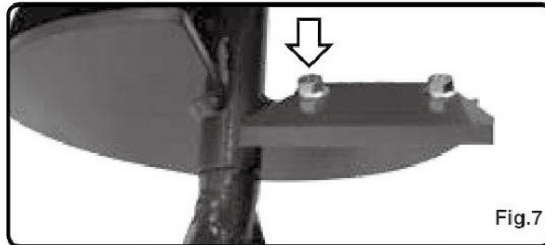

Fig.7
1. Wykręć śruby mocujące (śruby i nakrętki) i zdemontuj ostrze (patrz rysunek 7).